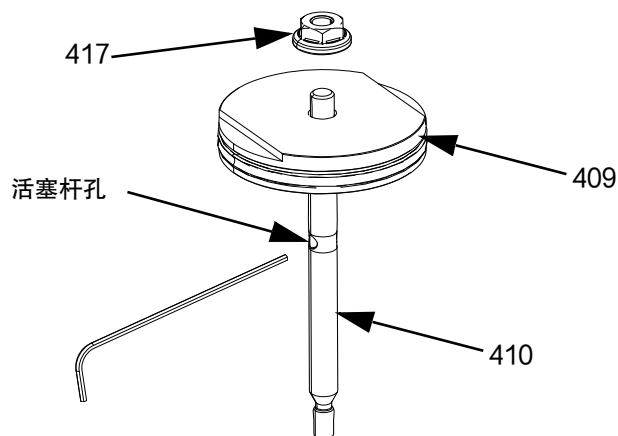

图 19
6. 对于带回吸胶嘴组件的阀门 (图 19):
- a. 将内六角扳手放在活塞杆 (410) 的通孔中、然后使用 7 毫米套筒或扳手松开螺母 (417)。